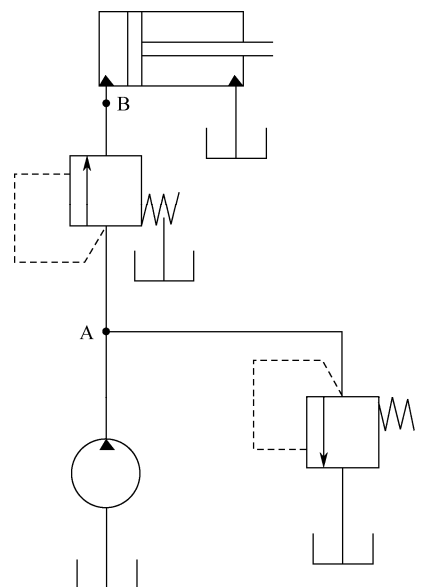

图 2-3-4
2. 如图 2-3-4 所示回路，活塞面积为  $0.01\text{m}^2$ ，顺序阀调定压力为 2MPa，溢流阀调定压力为 4MPa，泵的流量为 15L/min。试分析下列情况下的 A、B 点压力和液压缸的运动速度。